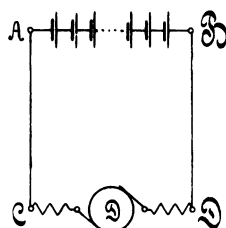

Fig. 7.
58. Von einer aus 60 [80] (200) Zellen bestehenden Akkumulatoren-Batterie (Fig. 7) von je 2 [1,95] (2,01) V elektromotorischer Kraft und 0,0008 [0,0006] (0,0007) Ω innerem Widerstand wird ein Strom von 20 [25] (15) A nach einem 300 [250] (500) m entfernten Elektromotor geschickt.
60. Welcher Strom würde in dem Kreise ABDCA (Fig. 7) fließen, wenn in dem Motor keine elektromotorische Gegenkraft aufträte, und die übrigen Angaben der Aufgabe 58 entsprächen?